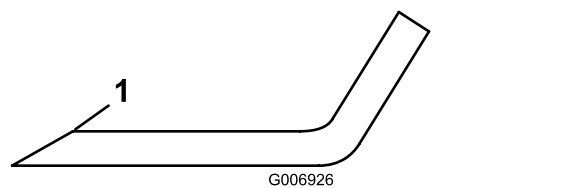

図 72
4. すべてのブレードについて、刃先を点検し、磨耗や欠けがある場合には研磨する。研磨は刃先の上面だけに行い、刃の元々の角度を変えないようにする **図 72**。